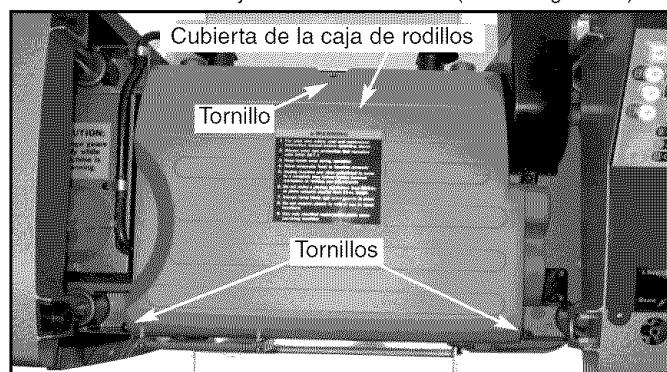

Figura 24 – Retire la Cubierta de la Caja de Rodillos
- Extraiga los rodillos de retorno. Extraiga tres (3) tornillos y levante la cubierta de la caja de rodillos de ésta (vea la Figura 24).